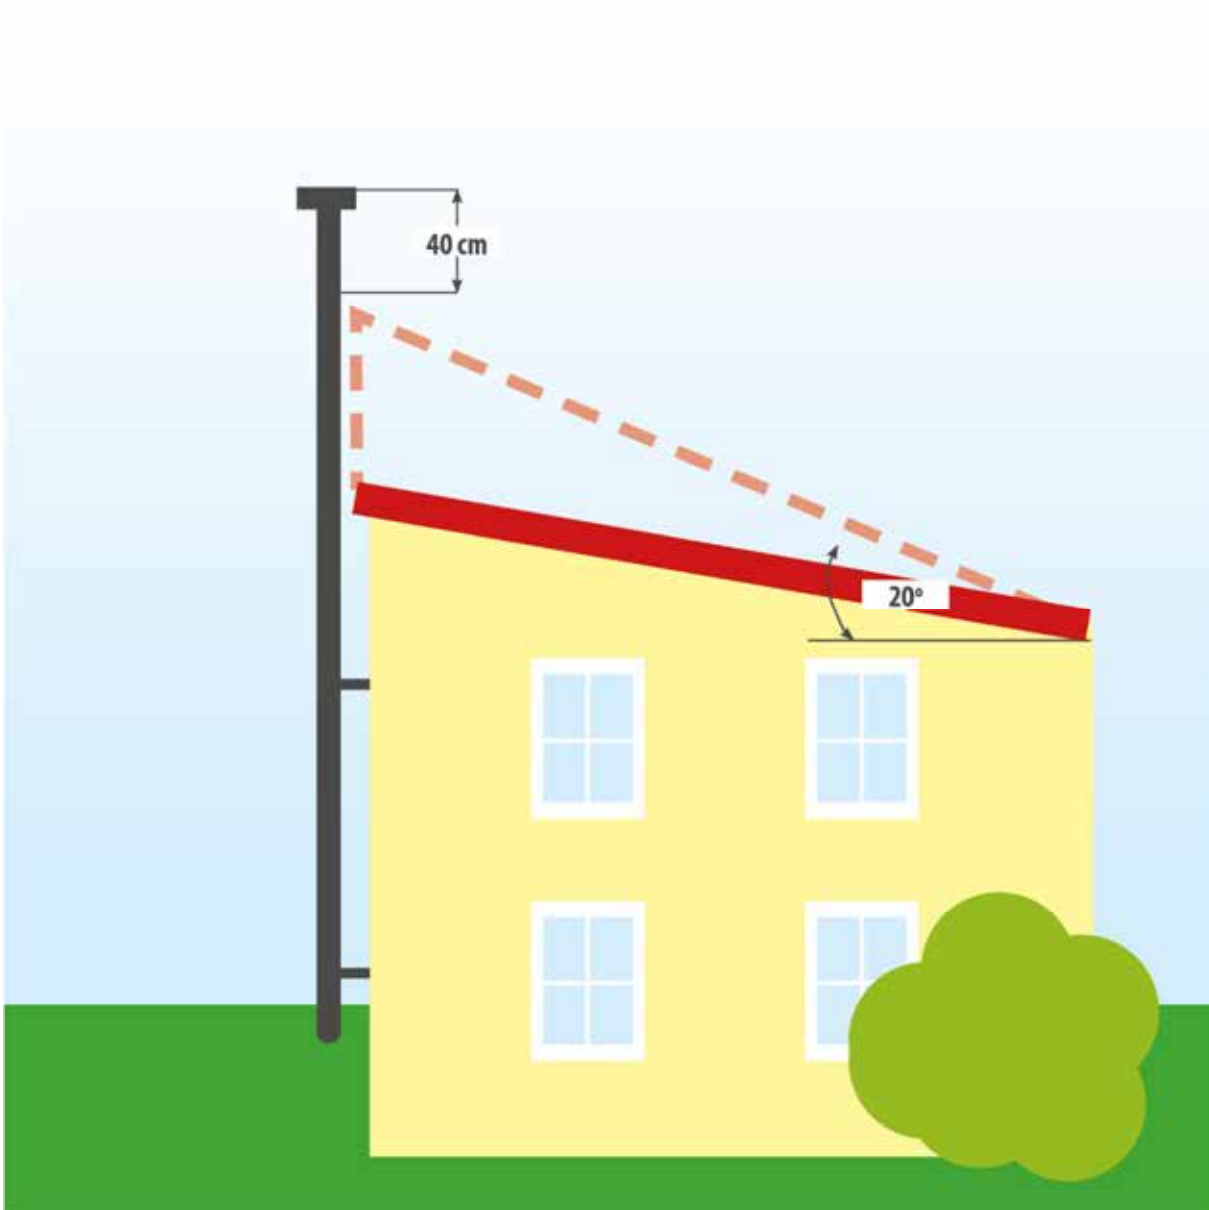

Abbildung 7
- Bei einem Pultdach mit einer Dachneigung weniger als 20°, muss ein Pultdach mit 20° Neigung für die Berechnung angenommen werden. (siehe Seite 11, Abbildung 7)